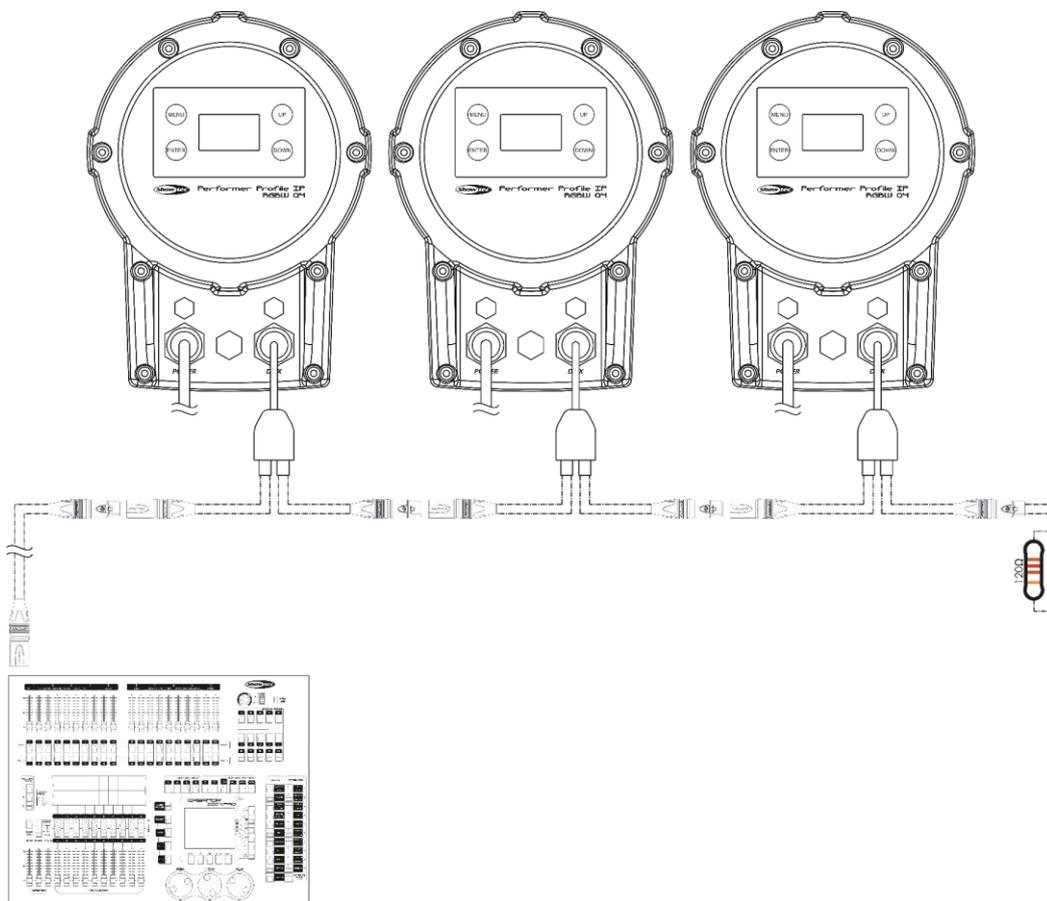

Fig. 11
- 04) Collegare le unità come indicato nella Fig. 11. Collegare un controller luci alla presa DMX "in" del primo dispositivo, servendosi di un cavo DMX. Collegare la presa "out" della prima unità alla presa DMX "in" della seconda unità, servendosi di un cavo di segnale DMX. Ripetere questo processo fino a collegare il resto delle unità.